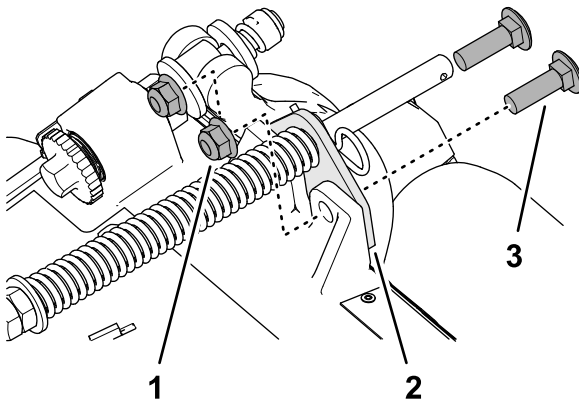

**Figura 17**
1. Se o perno de gancho for instalado no orifício posterior da haste de mola de compensação, remova o perno de gancho e insira-o no orifício junto ao suporte (Figura 17).